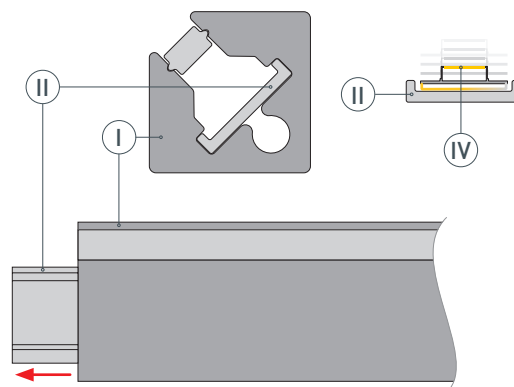
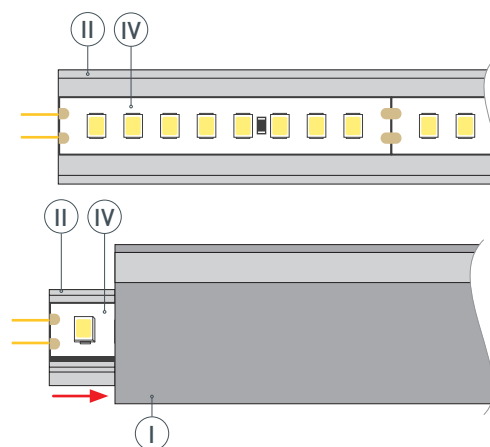

Рис. 1. Извлечение выдвижной пластины (Ⓜ) из профиля (Ⓘ), вид сверху
Рис. 2. Установка выдвижной пластины (Ⓜ) со светодиодной лентой (Ⓓ) в профиль (Ⓘ), вид сверху
- 2** / Извлеките выдвижную пластину (Ⓜ) из профиля (Ⓘ), как показано на рис. 1. Перед приклеиванием светодиодной ленты (Ⓓ) рекомендуется обезжирить поверхность выдвижной пластины (Ⓜ). Установите светодиодную ленту (Ⓓ) на выдвижную пластину (Ⓜ). Задвиньте выдвижную пластину (Ⓜ) обратно внутрь профиля (Ⓘ), как показано на рис. 2.